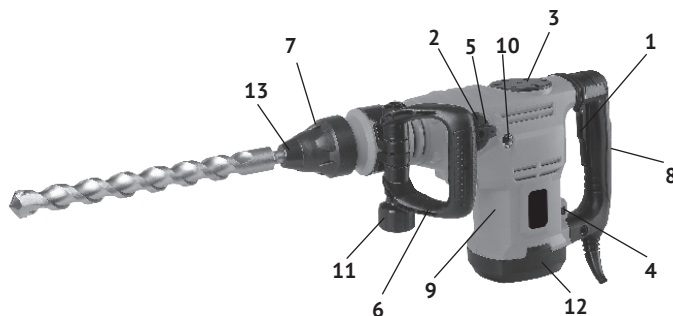

рис. 1
1.3 Основные узлы перфоратора (двигатель, редуктор и ударный механизм) расположены в пластиковом корпусе. Крутящий момент с якоря электродвигателя, расположенного вертикально, через систему шестерён, передаётся на вал с патроном SDS – тах (рис.1 поз.7), расположенный перпендикулярно оси двигателя. Кривошипно-шатунный механизм приводит в действие ударный узел перфоратора. В зависимости от вида выполняемой работы, в патрон SDS – тах вставляется необходимая насадка (пика, долото, сверло) с соответствующим хвостовиком. Дополнительная рукоятка передняя (рис.1 поз.6) хомутом крепится на передней, цилиндрической части корпуса. Фиксируется рукоятка гайкой (рис.1 поз.10), в любом положении (от 0° до 360°), что удобно пользователю, как «правше», так и «левше».
1.4 Клавиша выключателя (рис.1 поз.1) расположена в передней части рукоятки
(рис.1 поз.8), крепящейся к корпусу перфоратора (рис.1 поз.9). При необходимости, к корпусу перфоратора можно прикрутить боковую рукоятку (рис.1 поз.10), справа или слева.
Слева на корпусе редуктора расположен переключатель режимов работы (рис.1 поз.2). Он фиксируется в одном из двух положений, отмеченных символами: «сверло с молотком» - сверление с ударом, «молоток» - долбление (без вращения). Нажав фиксатор (рис.1 поз.5) в торце ручки переключателя, поворотом ручки со стрелкой, совместить с нужным символом. Достигнув нужного положения, фиксатор возвращается в исходное положение, закрепляя ручку в выбранном положении. При установке ручки переключателя на символ «Vario-Lock» (без фиксации), можно изменить положение рабочего инструмента (поворот вокруг оси) перед работой в режиме долбления.
В нижней части корпуса, со стороны рукоятки, расположен диск регулятора оборотов двигателя (рис.1 поз.4). Он регулирует скорость вращения и частоту ударов рабочего инструмента.
Общий вид перфоратора представлен на рис. 1
При замене рабочих насадок следите за тем, чтобы колпачок (рис.1 поз.13), защищающий патрон от попадания пыли, не был повреждён.
- вращением гайки-фиксатора, ослабить хомут передней рукоятки (рис.1 поз.6);
- установить хомут на цилиндрическую часть корпуса перфоратора перед патроном (рис.1 поз.9);
Боковая дополнительная рукоятка, при необходимости, прикручивается в одно из двух отверстий (рис.1 поз.10) корпуса перфоратора.
- включение перфоратора осуществляется нажатием на клавишу выключателя (рис.1 поз.1);
В зависимости от обрабатываемого материала и установленного рабочего инструмента, регулятором (рис.1 поз.4) устанавливается необходимое число оборотов и/или частота ударов инструмента.
- при работе в режиме сверление с ударом, переключатель (рис.1 поз.2) в положении «сверло с молотком»;
- при работе в режиме долбление, переключатель (рис.1 поз.2) в положении «молоток».
3.2 Для замены щёток необходимо открутить крышку корпуса двигателя (рис.1 поз.12). Открутить крышки щёткодержателей и вынуть использованные щётки. Установить новые щётки, закрутить крышки щёткодержателей и установить на место крышку корпуса двигателя. Щётки следует заменять парой для обеспечения равной степени их давления на коллектор якоря. Включить перфоратор на несколько минут на холостом ходу для приработки щёток.
- открутить ключом (из комплекта поставки) крышку смазочного окна (рис.1 поз.3);